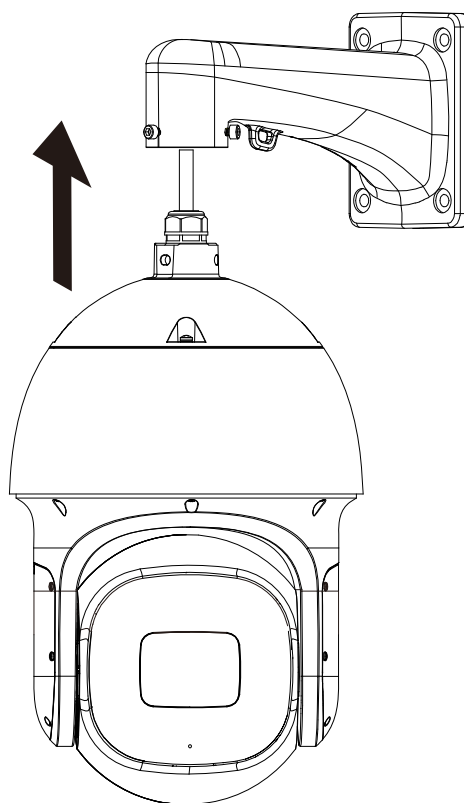

Рисунок 4.5 – Монтаж
6. Совместите поворотную камеру и кронштейн. Аккуратно протолкните кабель от видеокамеры внутрь кронштейна (Рисунок 4.5).